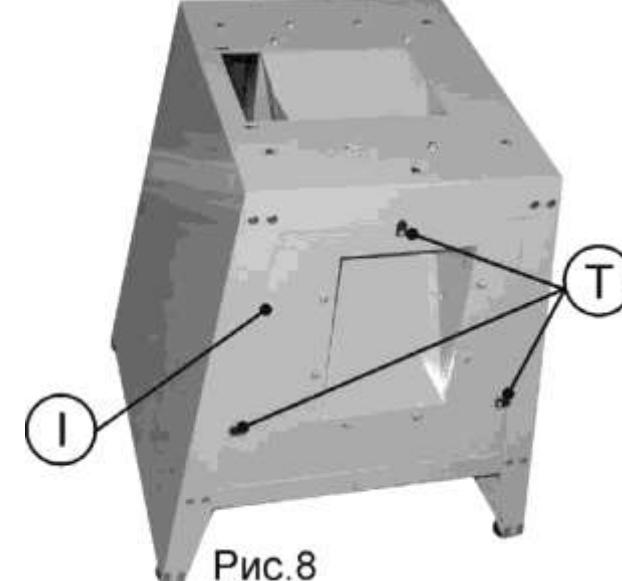

Рис.8
8.1.10. Установите левую боковую панель (I), как показано на Рис. 8, при помощи болтов с квадратными подголовками, шайб и гаек, а также трех фиксаторов (T).